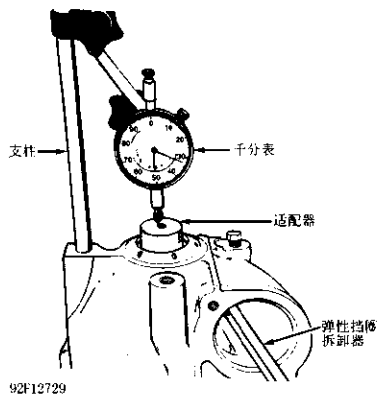

图 2-17 测量主减速器轴向间隙
2) 检查主减速器轴向间隙，参见本节。(2)款“主减速器总成”部分的相关内容（图2-17）。拆下主减速器总成和选配的止推垫圈和轴承。拆下主减速器内齿轮卡环和内齿轮。
① 将差速器半轴齿轮和止推垫圈安装到行星架内。使用凡士林将止推垫圈粘在行星齿轮上。将行星齿轮和垫圈安装到行星架内。
② 使行星齿轮轴滑动通过两个行星齿轮, 以便使两个行星齿轮对准, 然后拆下行星齿轮轴。转动行星齿轮到位, 然后安装行星齿轮轴。使用塑料锤将固定销定位。
③ 使用软质锤敲击车速传感器转子 (如果已经拆下) 使其到位。安装中心轮, 使阶梯面朝外。在中心轮上装配驻车齿轮。
④ 检查行星架到变速驱动桥壳体的选配止推垫圈是否损坏。在行星架壳上安装止推垫圈。在止推垫圈上安装推力轴承, 并用凡士林粘上。
⑤ 在内齿轮上装配推力轴承。将内齿轮安装在壳体上, 然后安装卡环。将锁止杆移出 P 位。在壳体内安装主减速器总成。
⑥ 为测量主减速器轴向间隙, 安装千分表, 使表尖与适配器 (J-26958-10) 接触 (见图 2-17), 用卡环拆卸器 (J-28585) 抬起车速传感器转子, 读取千分表测量值。
⑦ 正确的轴向间隙为  $0.008 \sim 0.025\text{in}$  ( $0.20 \sim 0.63\text{mm}$ )。如有必要, 使用行星架到壳体的选配止推